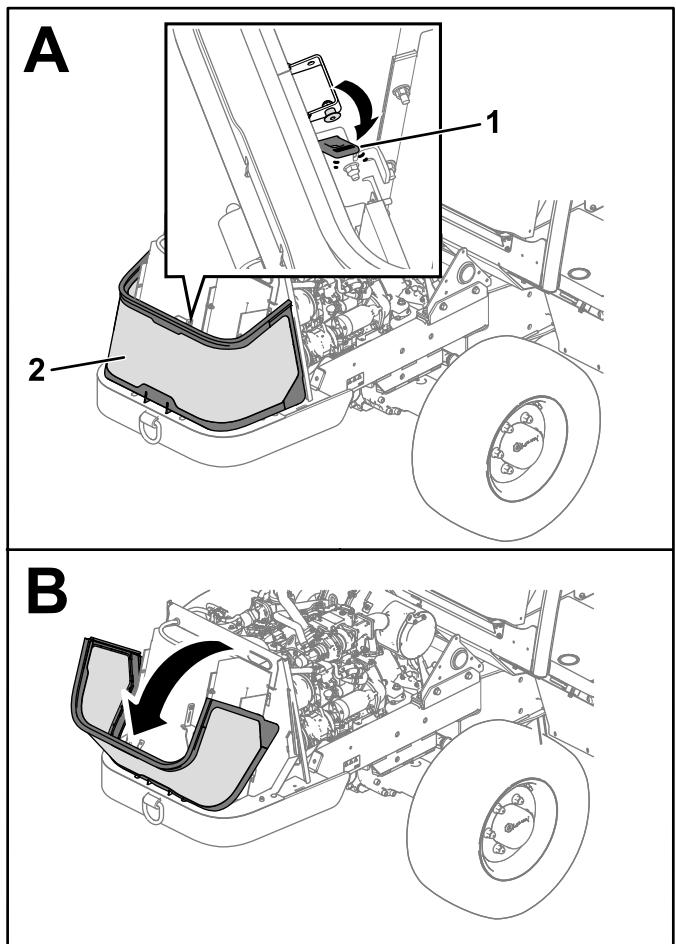

Figure 119
- Abaissez le panneau de protection avant en débloquant les attaches qui le maintiennent en place (Figure 119).